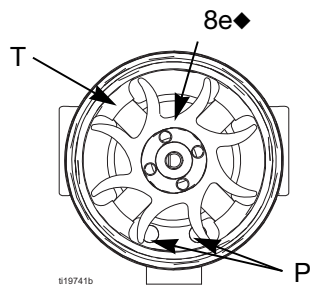

ABB. 30. Gebläseausrichtung
- Die Spulenbaugruppe (8a) auf der Werkbank mit nach obenweisendem Gebläseende ablegen. Mit breitem Schraubendreher Gebläse (8e) von Welle (S) abnehmen.
- Das neue untere Lager (8b1) am langen Wellenende (S) montieren. Die flache Seite des Lagers muss vom Magneten (M) weg weisen. In der Spule (8a) installieren, sodass die Lagerflügel bündig an der Oberfläche der Spule anliegen.
- Die Spulenbaugruppe (8a) auf der Werkbank mit nach obenweisendem Gebläseende ablegen. Das Gebläse (8e) auf das lange Wellenende (S) pressen. Die Gebläseflügel müssen dabei wie in ABB. 30 ausgerichtet sein.
- Die Spuleneinheit (8a) vorsichtig in das vordere Gehäuse (8d) drücken und dabei den Pin der Spule am Steckplatz im Gehäuse ausrichten. Der 3-polige Steckverbinder (PC) muss sich unterhalb der breiteren Nut (W) der vorstehenden Gehäuseteile befinden.
- Das Gebläse (8e) drehen, bis die Flügel die vier vorstehenden Teile der Lager (T) auf der Gehäuserückseite nicht länger verdecken. Sicherstellen, dass die Flügel des unteren Lagers (8b1) mit den Teilen ausgerichtet sind.